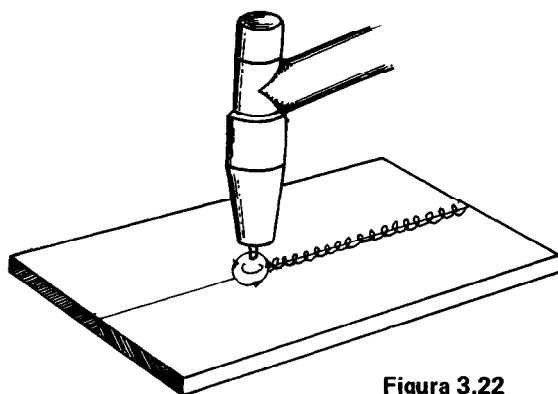

Figura 3.22
- c) Avance lentamente fundiendo ambos lados con movimientos circulares (Figura 3.22).